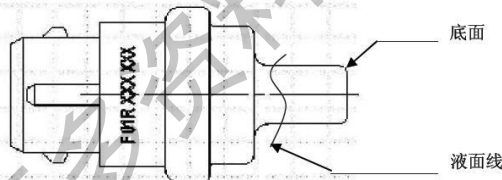

图3-10 液面位置示意图
(1) 在传感器的安装点应选择冷却水流速较高、并能正确反应水温处，并确保液面超过图3-10所示底面至少10毫米，使传感器以较短的响应时间探测到准确的冷却水温度。